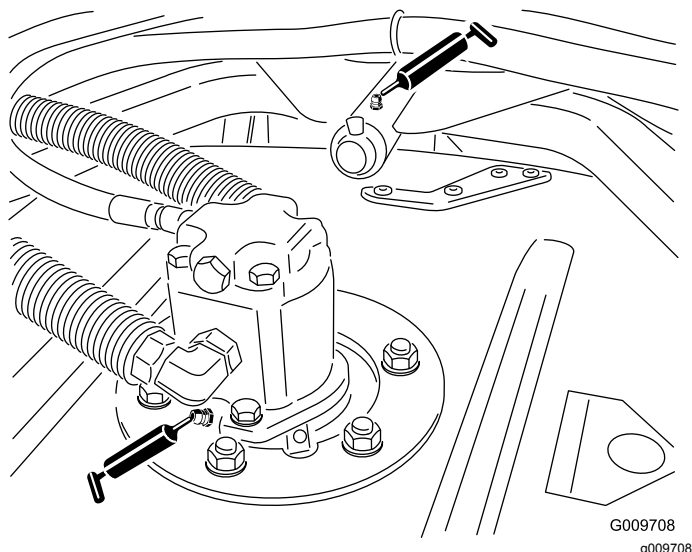

Рисунок 62
- Подшипники шпинделя режущего блока (по 2 шт. на каждой деке газонокосилки), как показано на Рисунок 62.
- Втулки несущего рычага режущего блока (по 1 шт. на каждой деке газонокосилки), как показано на Рисунок 62.